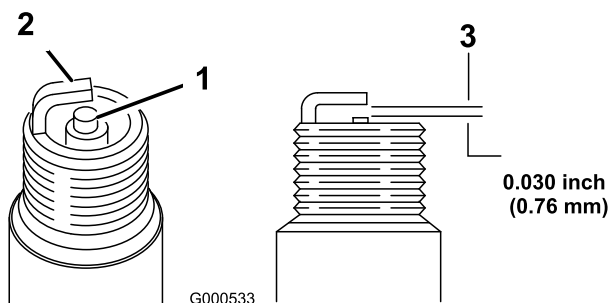

Figura 24
5. Impostate la distanza tra gli elettrodi a 0,76 mm (Figura 24).